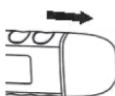

Figura 3
- Tire de la cubierta de la batería como se muestra en la figura 3.